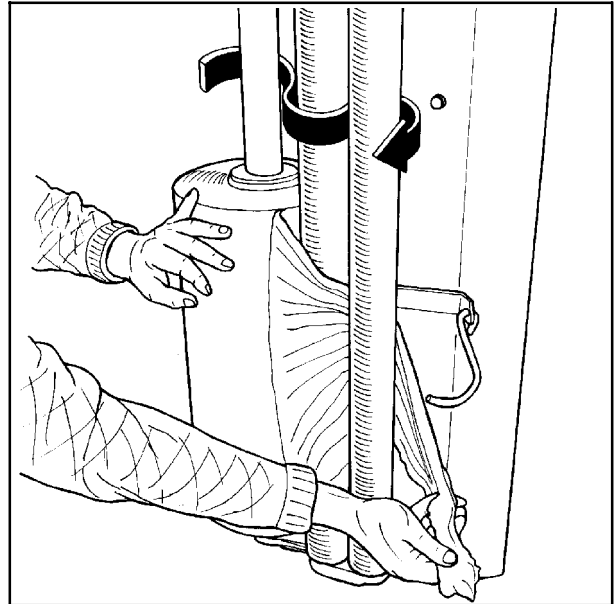

Fig. 6-2
6.3 Faites passer le plastique entre les rouleaux du tendeur comme indiqué par la flèche. (Voir fig. 6-2). (Voir aussi la plaque fixée au bras rotatif).